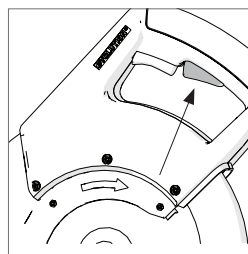

Abb. 25
- Denken Sie daran, den Sperrknopf drücken, bevor der Ein / Aus-Schalter. **(Abb. 25)**